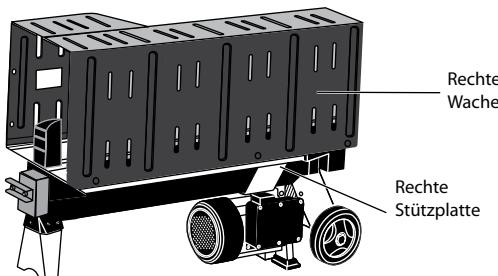
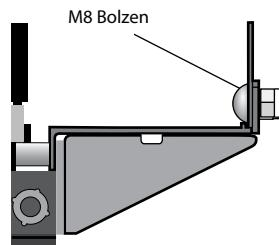
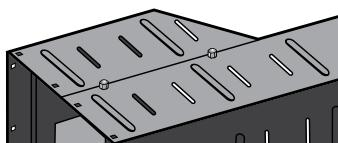

Abb. 2a
Abb. 2b
Abb. 2c
4. Stecken Sie die rechte Schutzplatte in die Nute der rechten Stützplatte ein, vergewissern Sie sich, dass die Öffnungen der rechten Schutzplatte mit den Öffnungen der rechten Stützplatte zusammenfallen, verwenden Sie 3 Schrauben mit dem Quadrat-Schraubenansatz M8 und 3 Kontermuttern für Befestigung (Abb. 2a, Abb. 2b). Dann verbinden Sie mittels der 2 Schrauben mit dem Quadrat-Schraubenansatz M8 und 2 Kontermuttern die rechte und linke Schutzabdeckungen zusammen (Abb. 2c).